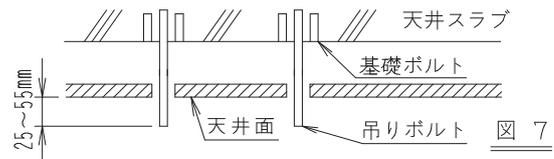

図 7
- 吊りボルトの天井面からの長さをあらかじめ調整する。(図7参照)